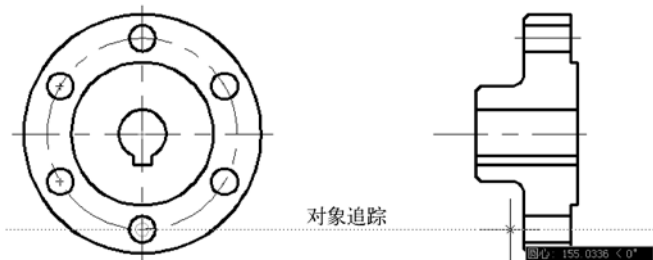

图 8-45 在右侧的视图中绘制中心线
(19) 绘制两条中心线表示轴线。在“图层”工具栏中,从图层列表中选择“中心线”层。单击“直线”按钮,使用对象追踪功能在右侧的视图中辅助绘制两条中心线,如图 8-45 所示。这两条中心线通过相应的孔轴。